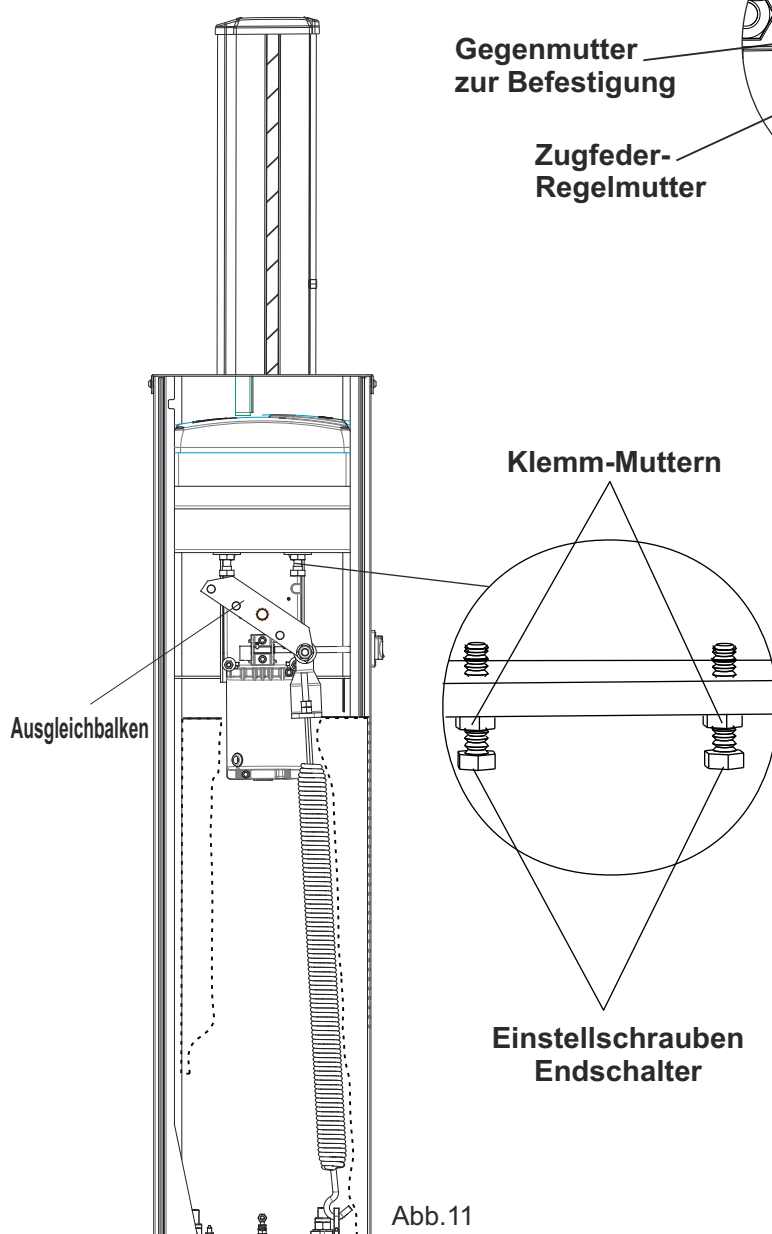

Abb. 11
- Die Schrauben der Endschalter entriegeln, indem die Befestigungsmuttern, die sich auf den mechanischen Stopps befinden (Abb.11) abgeschraubt werden.
- Endschalterschrauben entsprechend anziehen oder lösen, damit der Schlagbaum in exakter senkrechter, beim Öffnen (Abb.11), und exakter waagrechter Stellung, beim Schließen, stillsteht.